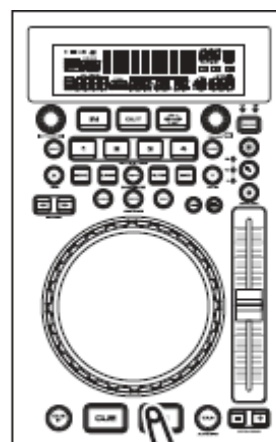
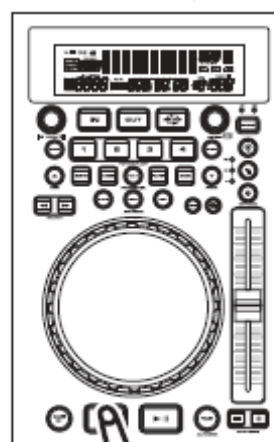
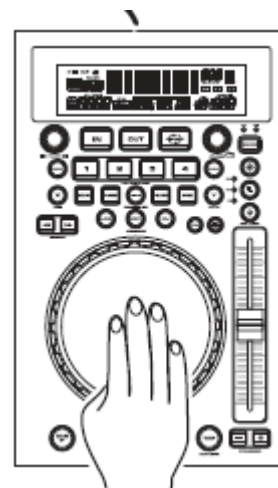

Figure 10
Figure 11
Figure 12
3. DÉMARRER LA LECTURE - *Figure 10*
4. METTRE SUR PAUSE - *Figure 10*
6. ARRÊTER LA LECTURE - *Figures 10 et 11*
Cette fonctionnalité vous permet de faire défiler une à une les frames d'une piste, vous permettant de trouver et définir un point de départ de Cue ou de boucle. Pour utiliser la fonction de navigation, vous devez d'abord vous mettre en mode Pause (voir section 4) ou Cue (voir section 8). Une fois que vous y êtes, tournez la *JOG WHEEL* (16) pour faire défiler la piste (Figure 12). Tourner la molette dans le sens des aiguilles d'une montre fait avancer dans la recherche de frame et tourner la molette en sens inverse fait reculer dans la recherche de frame. Quand vous utilisez la *JOG WHEEL* (16) le moniteur (niveau du casque) vous permet d'écouter ce que vous faites défiler. Une fois atteint le point de départ de votre choix, vous pouvez définir un point de Cue (point de départ) en appuyant sur le bouton *LECTURE/PAUSE* (13) comme indiqué sur la figure 10. Appuyer sur le *BOUTON CUE* (14) comme indiqué sur la figure 11, va vous faire revenir au point que vous venez de définir.